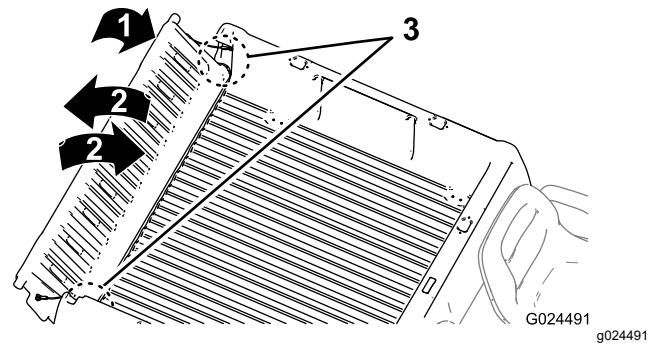

Figura 15
- Gire el portón trasero a un ángulo de 45° aproximadamente (Figura 15).
- Mueva el portón trasero varias veces hacia adelante y hacia atrás, con breves sacudidas (Figura 15).